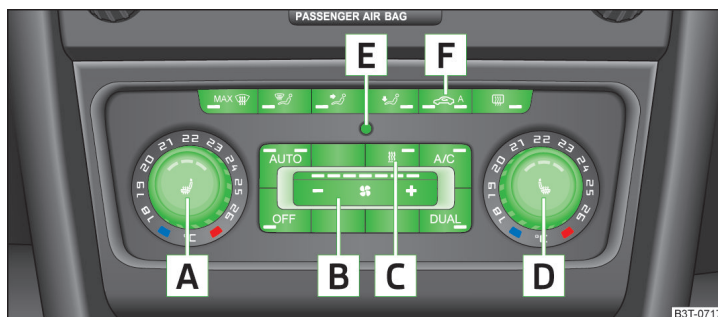

Fig. 126 Climatronic: Elementos de manejo
Funciones de los elementos de mando individuales » fig. 126:
- Pulse la tecla **AUTO** » fig. 126 de la página 120.
- Gire el regulador giratorio **A** » fig. 126 de la página 120 hacia la izquierda o la derecha para reducir o aumentar la temperatura.
- Gire el regulador giratorio **D** » fig. 126 de la página 120 hacia la izquierda o la derecha para reducir o aumentar la temperatura.